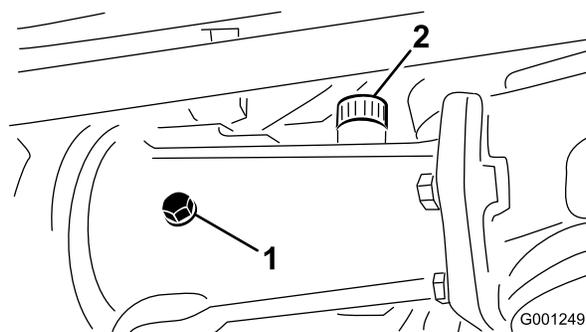
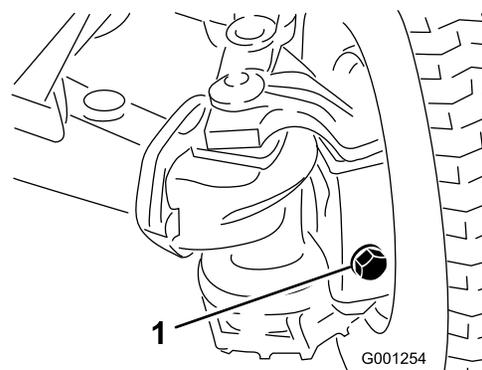

図 62
図 63
点検プラグを外す (図 62 と 図 63)。
があることを確認する (図 62 と 図 63)。
合は、補給用プラグを外す (図 62)。
図 62 と 図 63 の穴の下縁まで、所定の
取り付ける (図 62)。
テープを巻く (図 62)。
クスルケースにプラグを取り付ける (図 62 と
図 63)。
8. 中央アクスルハウジングの補給用プラグと左右の補給/点検用プラグのねじ山部に PTFE テープを巻く 図 62と 図 63 リアアクスルオイルの点検Model 30345のみ \(ページ 50\) を参照。
9. 中央のアクスルハウジングと左右の外側のアクスルケースにプラグを取り付ける 図 62 と 図 63 リアアクスルオイルの点検Model 30345のみ \(ページ 50\) を参照。